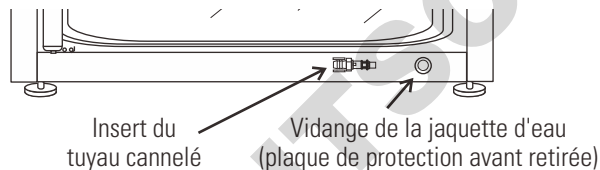

Figure 6-11. Orifice de vidange de la jaquette d'eau et insert du tuyau cannelé
5. Lorsque la jaquette d'eau est vide, retirez l'insert et fixez-le à l'avant de l'unité. Reportez-vous aux Figures 6-11 et 6-12.